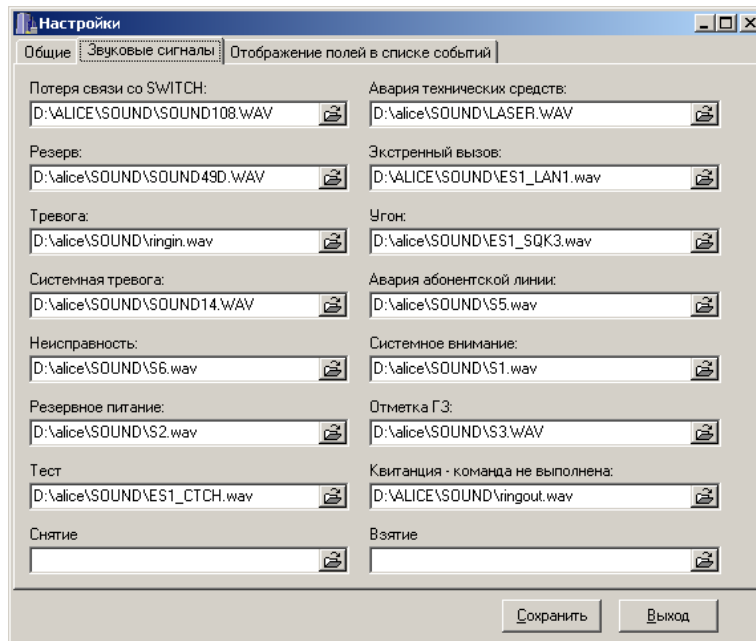

Рисунок 55
3.13.3 При входе в закладку «Звуковые сигналы» (рисунок 55) программа позволяет производить смену звуковых сопровождений всех получаемых событий. Все звуковые сигналы разделены по приоритетам (вернее сказать, каждый вид сообщения имеет свой приоритет), и, следовательно, при получении события с более высоким приоритетом, чем